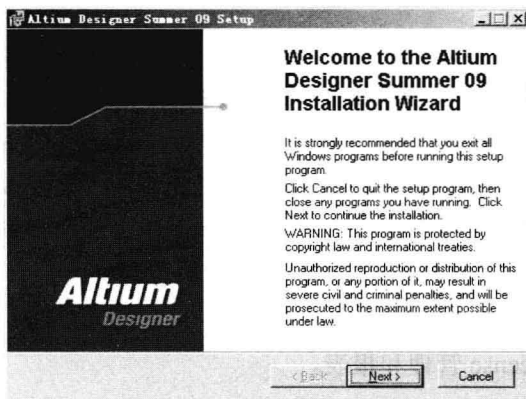

图 1-2 Altium Designer Summer 09 安装向导窗口
- (2) 安装文件解压后，找到里面的 Setup.exe 文件双击开始安装。
- (3) 弹出 Altium Designer Summer 09 安装向导窗口，如图 1-2 所示。